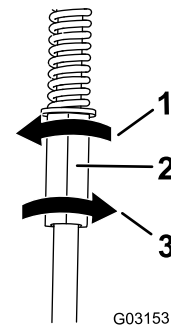

Figura 53
4. Gire la varilla de control izquierda en incrementos de un cuarto de vuelta hasta que la máquina avance en línea recta (Figura 53).